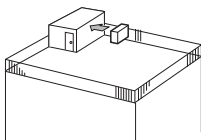

Fig. 2-4
- ① Okrenite izlaz za zrak prema najbližem dostupnom zidu na oko 35 cm udaljenosti od zida. (Fig. 2-4)